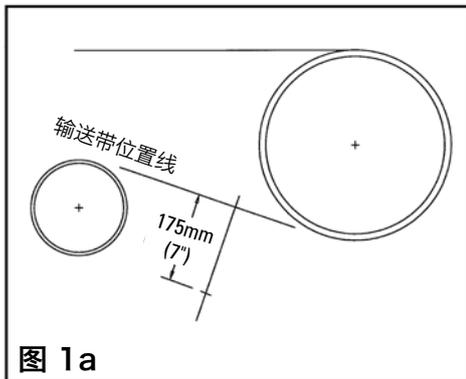
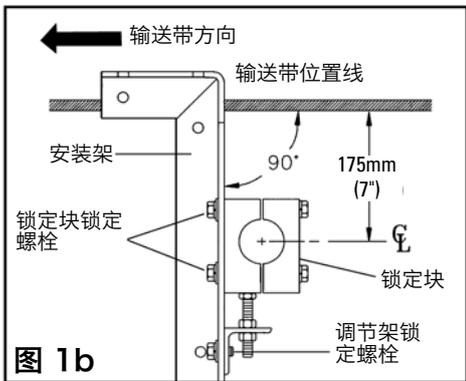
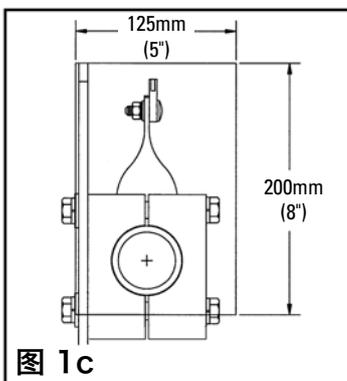

图 1a
图 1b
图 1c
1. **安装安装架。安装料槽：**安装料槽时必须先标出输送带位置线。在料槽上划线标出该位置。如果头部滚筒和拉紧滚筒距离很近，有可能需要在这二者之间假设一条近似输送带线。在确定的位置划出输送带线的垂线。在输送带位置线下方 175mm (7") 处的该线上做标记 (图 1a)。沿着该线放置安装架，使锁定块的中心线与 175mm (7") 处的标记对齐 (图 1b)。要移动锁定块 (如有必要)，请松开锁定块锁定螺栓和调节支架锁定螺栓，然后将锁定块移动到孔中心位于输送带底面下方 175mm (7") 处的位置。用螺栓固定或焊牢。在另一侧重复此步骤。其中一侧须有检查孔 (图 1c)。**注意：**支架必须与输送带垂直对齐。
- 松开调节支架顶部的上调整螺栓止动螺母 25mm (1") (图 1a)。
- 松开两侧的锁定块锁定螺栓并下移固定杆, 使其停在升高后的上调整螺栓止动螺母上 (图 1b)。
- 在安装架和锁定块上放置位置标记, 以便刮刀更换后进行快速定位 (图 1c)。